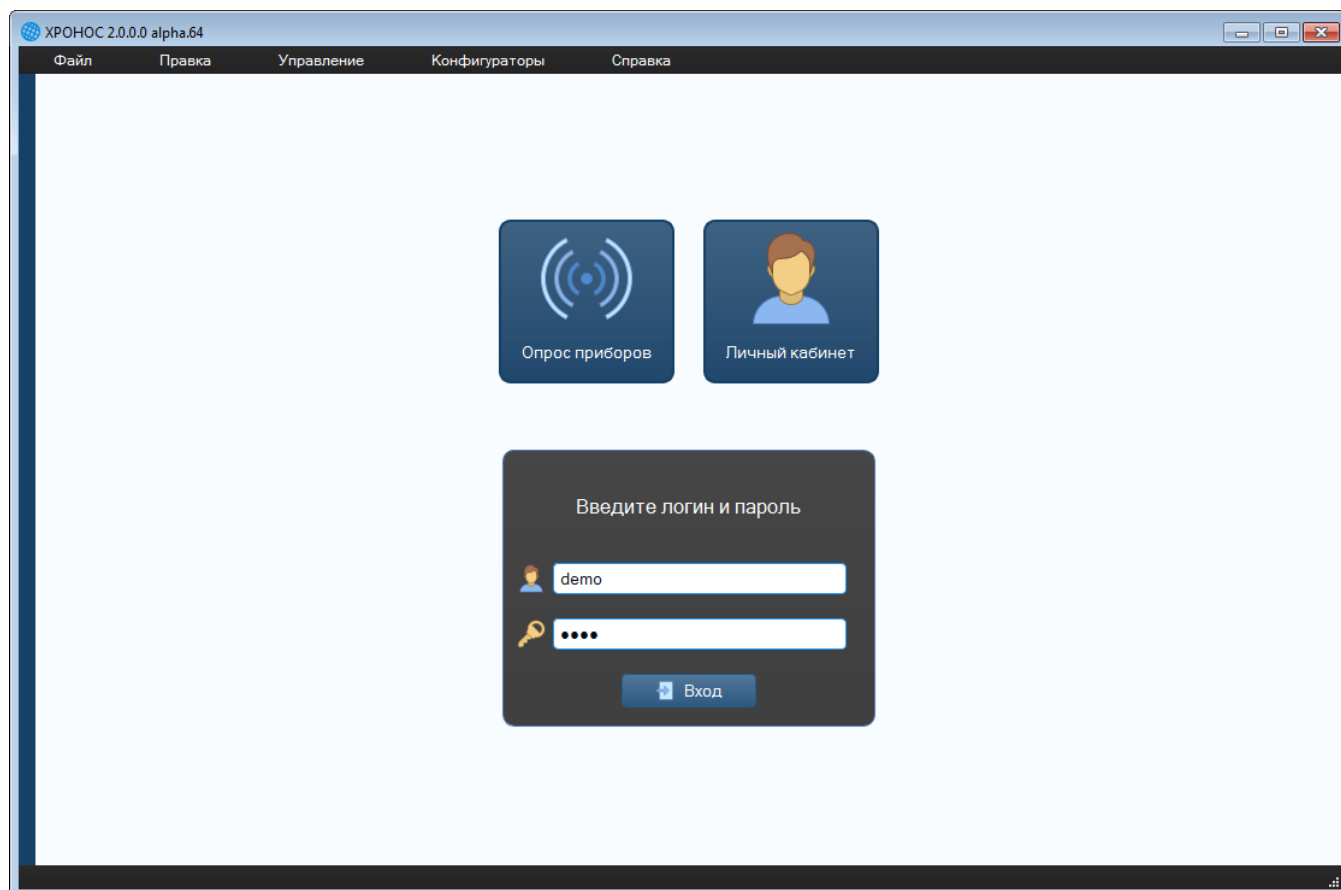
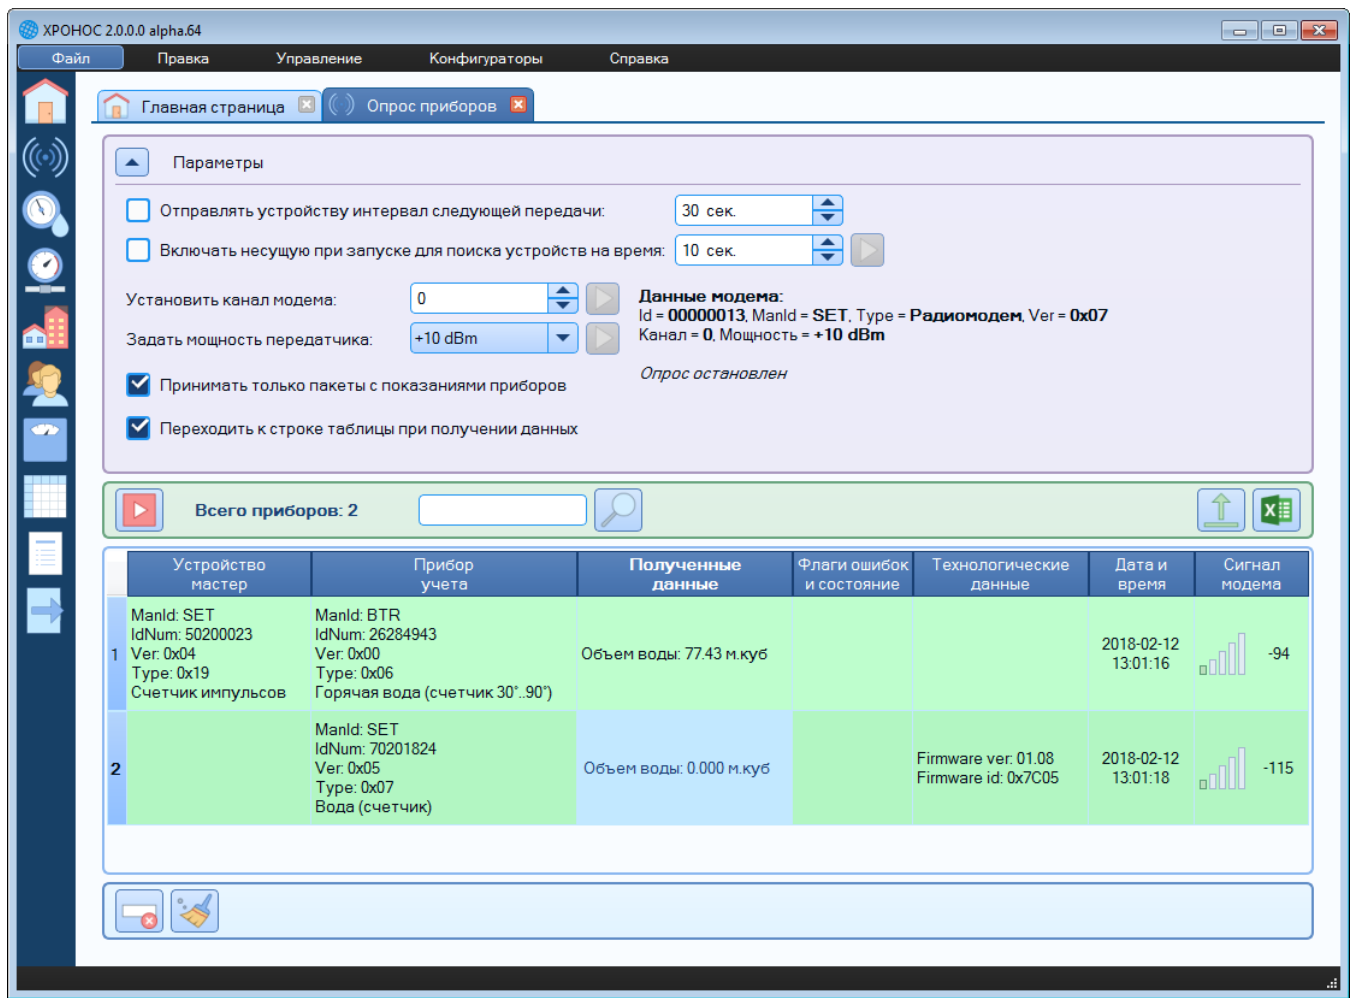

Рисунок 14 – Диалог входа и аутентификации пользователя
Рисунок 19 – Модуль опроса приборов
- «Личный кабинет». Вход в личный кабинет пользователя. При выборе данного пункта под кнопками выводится форма для ввода логина и пароля пользователя (см. рис.14).
Опрос ПУ возможен без аутентификации пользователя. Для этого после запуска программы нужно выбрать «Опрос приборов» (см.рис.14). Так же модуль опроса приборов доступен после входа и аутентификации пользователя через главное меню, панель быстрого запуска или кнопки запуска на главной странице. При запуске модуль опроса открывается на новой вкладке (см. рис.19).
Данные, полученные в процессе опроса ПУ по радиоканалу, заносятся в таблицу. Каждое найденное устройство заносится в отдельную строку таблицы (см. рис.19). Таблица содержит следующие данные (по столбцам):